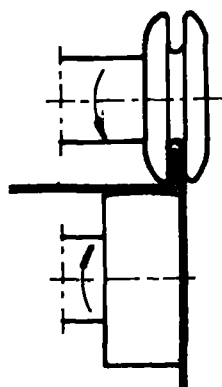

Fig. 3
- g Haga pasar los rodillos sobre las pestañas las veces que sea necesario, presionándolas a la vez con el rodillo superior hasta completar el grafado simple (fig. 3).